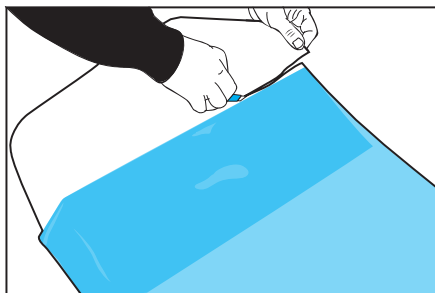
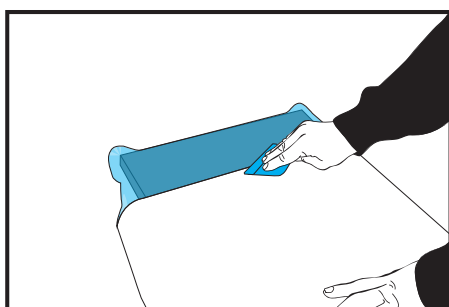
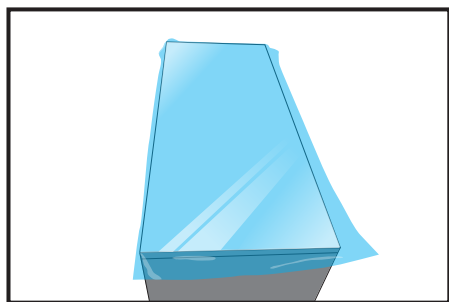

Figure 04
Figure 05
Figure 06
- › Retirer environ 10 cm de liner. (FIG. 04).
- › Commencer l'application du film par l'un des bords du plateau horizontal de la table ou tablette. (FIG. 05)
- › Une fois la pose sur le plateau horizontal terminée (FIG. 06), réaliser les coupes pour permettre la pose sur les tranches du plateau.
- › Poser d'abord le plateau horizontal, en utilisant la même méthode de celle décrite au paragraphe précédent. (FIG. 04) (FIG. 05) (FIG. 06)